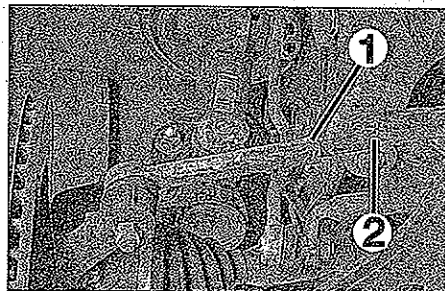

FIG. 1
El paralelismo se ajusta por el alargamiento o el acortamiento simétrico de la longitud de las bieletas de dirección (2) (fig. 1), después de haber efectuado las comprobaciones preliminares habituales y de haber situado el vehículo sobre un banco de control de geometría de los trenes.
- Aflojar la contratuerca (1) que retiene la bieleta (2).
- Girar la bieleta de dirección (2) para ajustar el paralelismo.